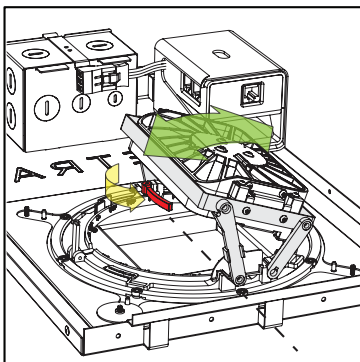

fig. 5
- c. Desbloquee la traba de inclinación tirando de ella hacia la abertura del artefacto. El bloqueo de la inclinación es la palanca roja horizontal ubicada en el lado derecho o izquierdo del cuerpo del chasis del emisor (consulte la fig. 5).